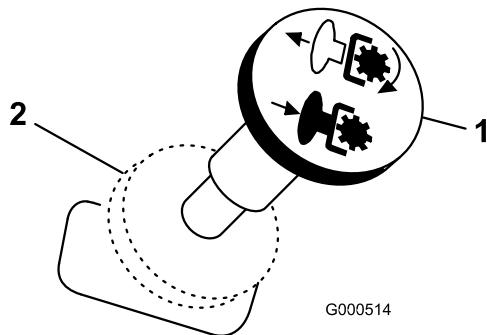

Bild 8
- Kuppeln Sie die Messer aus, indem Sie den Zapfwellenantriebsschalter in die Aus-Stellung stellen (Bild 8).
2. Kuppeln Sie die Messer aus, indem Sie den Zapfwellenantriebsschalter in die Aus-Stellung stellen (Bild 8).